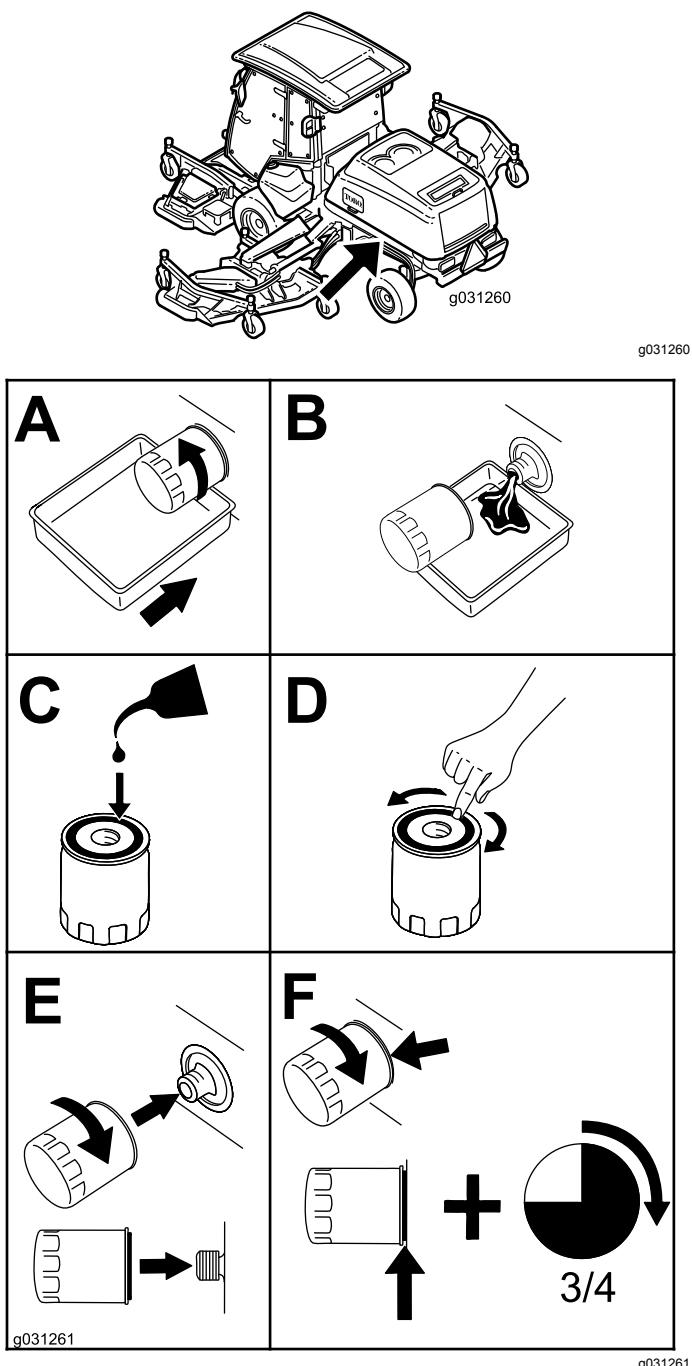

Figura 95
4. Substitua o filtro do óleo do motor (Figura 95).